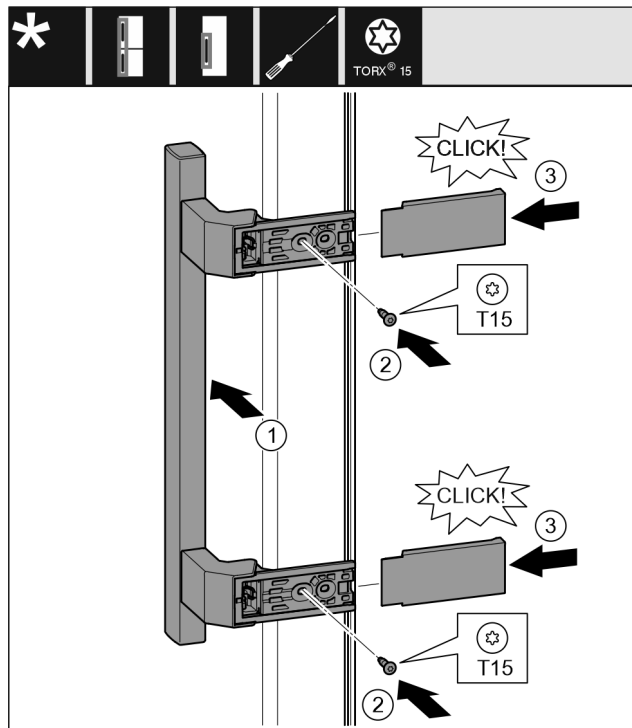

Fig. 12
- ▶ Applicare la maniglia sul lato opposto. Fig. 12 (1)
- ▶ Avvitare le viti con un cacciavite T15. Fig. 12 (2)
- ▶ Applicare le coperture lateralmente e spingerle in sede. Fig. 12 (3)